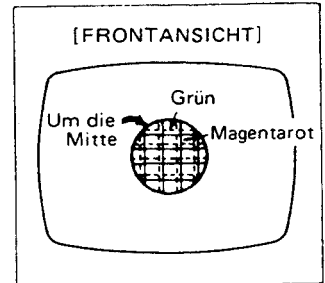

Abb. B-6
4. Drehen Sie das hintere Paar der Zungen (6-Pol-Konvergenzmagnete) als eine Einheit, um die Trennung der magentaroten (R/B) und grünen Linien (Abb. B-6) auf das Minimum zu bringen.